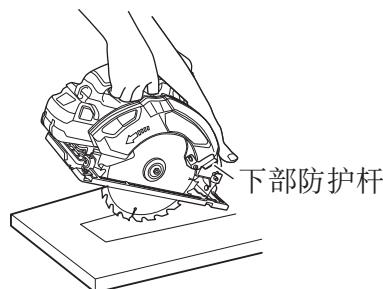

图38
(1) 用线在各面清楚地标记出锯割部分。(参见图38)。
- (2) 根据要锯割的材料调整深度。
- (3) 如图38所示，一直向后推动控制杆，使刀刃露出。。